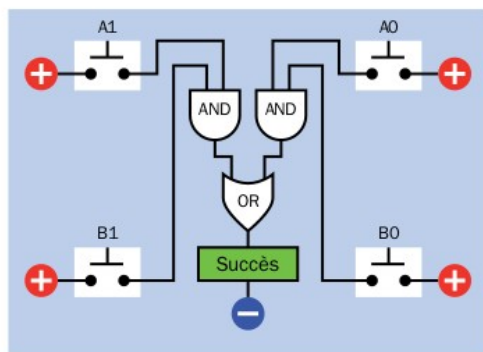

Figure 15-2. Ces portes logiques activent un signal « Succès » si A0 et B0 ou A1 et B1 sont pressés simultanément.
La fig. 15-2 explique comment utiliser des portes AND et OR conjointement aux boutons-poussoir pour confirmer si un essai est réussi.
- Un diagramme logique n'est pas identique à un schéma traditionnel avec des composants. Dans les diagrammes logiques, tel que celui de la fig. 15-2, les alimentations des portes logiques n'apparaissent généralement pas et les résistances de rappel sont également omises. Dans un schéma traditionnel, les circuits intégrés sont représentés avec leurs connexions et toutes les alimentations nécessaires.
Le concept de la fig. 15-2 est très simple. Il pourrait être résumé par la phrase suivante.
Ces deux phrases sont traduites en un diagramme logique sur la fig. 16-1. Par souci de clarté, je l'ai représenté séparément du diagramme logique précédent de la fig. 15-2. Les deux diagrammes sont combinés sur la fig. 16-2, car vous pouvez prendre la sortie d'un seul bouton-poussoir et l'envoyer vers plusieurs entrées logiques. Sur la fig. 16-2, j'ai montré les connexions de la fig. 15-2 en gris afin de les différencier des nouvelles liaisons.